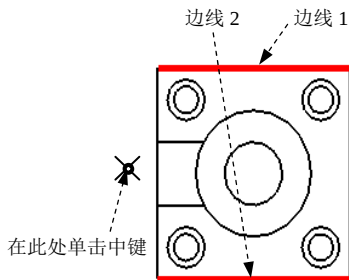
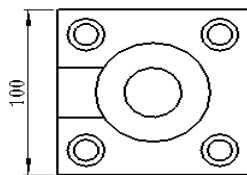

图 5.2.14 选取边线
图 5.2.15 尺寸显示
Step3. 选取图 5.2.14 所示的边线 1，按住 Ctrl 键，再选取图 5.2.14 所示的边线 2，接着在图 5.2.14 所示的位置单击中键，此时在视图中显示出此两边线之间的距离，如图 5.2.15 所示。
➤ 标注图 5.2.15 所示的尺寸，还可以按照如下的方法操作。
Step3. 选取图 5.2.16 所示的边线，在图 5.2.16 所示的位置单击中键，此时视图中显示尺寸，如图 5.2.15 所示。